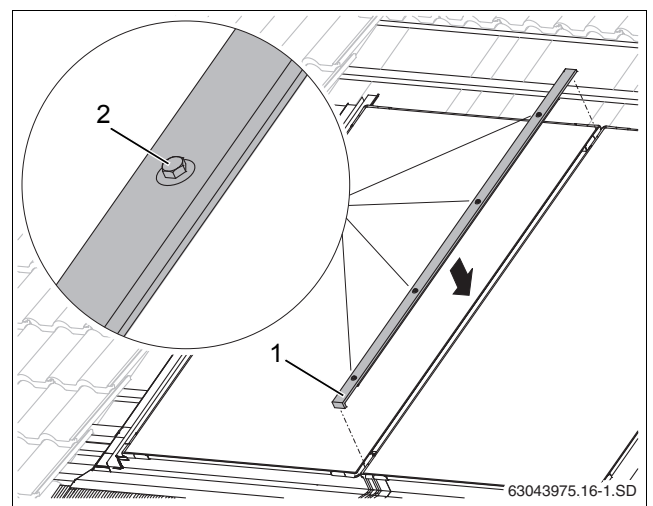

Рис. 50 Средняя накладная планка
- ▶ Вставьте накладную планку (рис. 50, [1]) отбортовкой вниз в промежуток между двумя коллекторами и выровняйте её.
- ▶ Начиная снизу, вручную затяните винты (рис. 50, [2]) ключом SW 8.